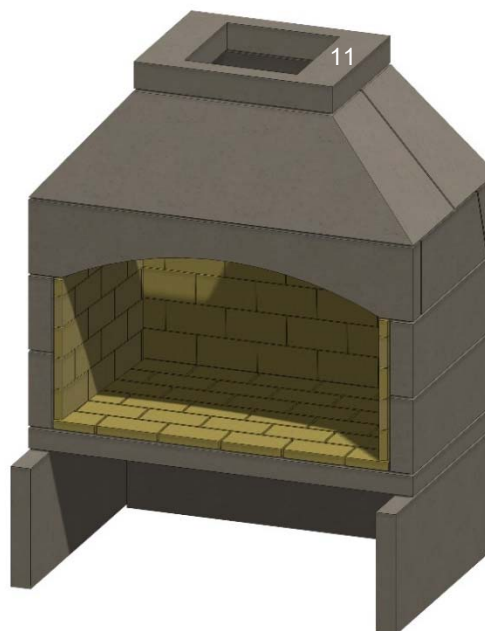

Figure 22. Adaptateur de conduit de fumée
N. Installez la pièce d'adaptation du conduit de fumée (11). Voir la figure 22.